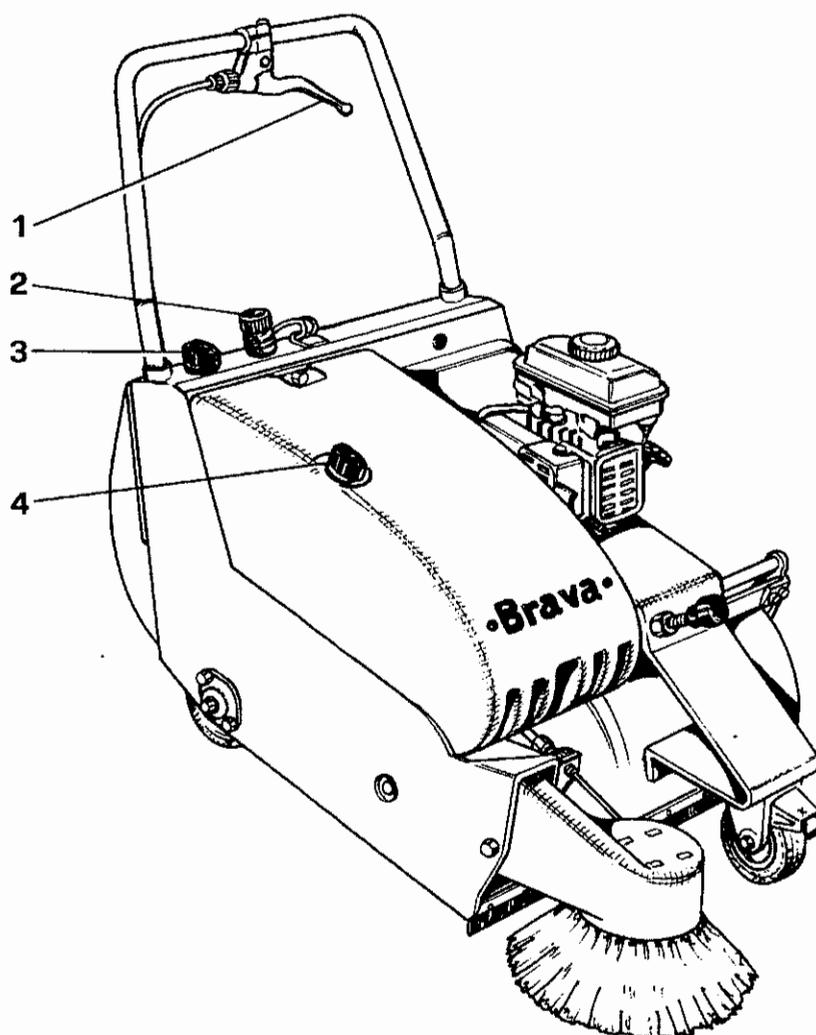

FIG. 2 - COMANDI
- sollevare la spazzola laterale mediante il pomello 3, fig. 2.
- Vibrare saltuariamente il filtro a pannello, agendo sul pomello 2 (fig. 2).
- In presenza di umidità sul terreno da spazzare, chiudere l'aspirazione della ventola mediante il pomello 4 (fig. 2) onde evitare di intasare il filtro aspirazione.